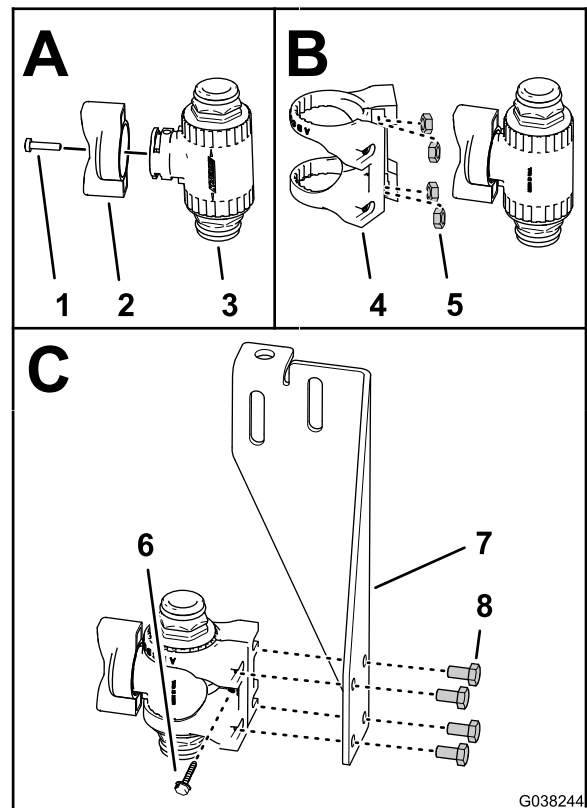

Рисунок 58
1. Установите рукоятку на дроссельный клапан перемешивания (Рисунок 58) с помощью винта (6-32 x 5/8 дюйма).
2. Вставьте (если они не установлены) 4 гайки из нержавеющей стали в пазы в нейлоновом креплении дроссельного клапана перемешивания (Рисунок 58).
3. Вставьте дроссельный клапан перемешивания в крепление дроссельного клапана, как показано на Рисунок 58.
4. Зафиксируйте крепление дроссельного клапана на дроссельном клапане перемешивания с помощью винта (6-32 x 5/8 дюйма), как показано на Рисунок 58.
5. Установите дроссельный клапан и прикрепите к кронштейну клапана перемешивания (Рисунок 58) с помощью 4 болтов (6 x 12 мм).